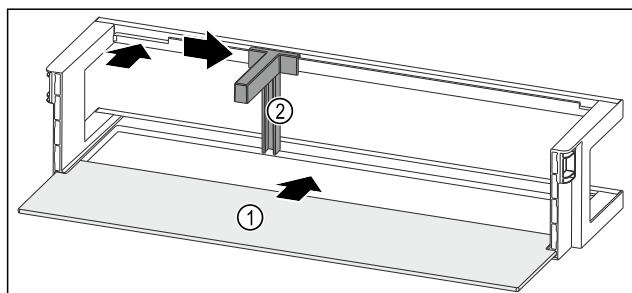

Fig. 96 Deurrek met draagplateau
- Draagplateau Fig. 96 (1) in de zijdelingse inkepingen schuiven.
- Flessenhouder Fig. 96 (2) in de uitsparing plaatsen.
- Flessenhouder Fig. 96 (2) in de gewenste positie opzij schuiven.